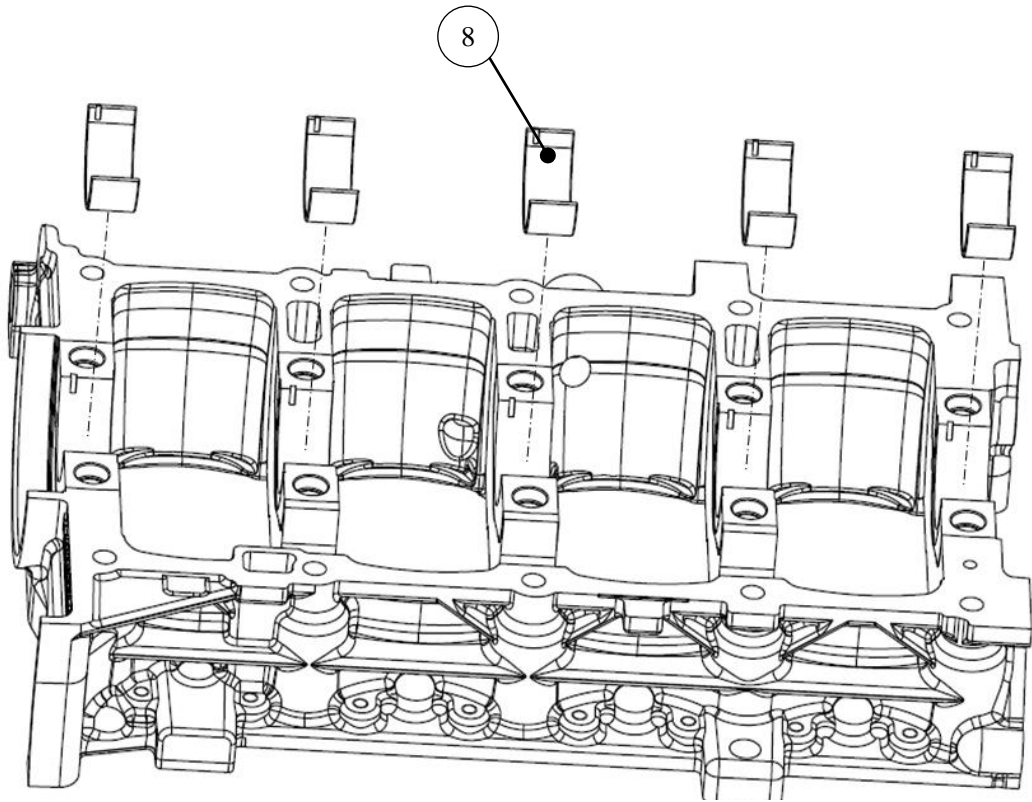

图 C-16 下主轴瓦-曲轴的装配
- 1)、选择对应级别的下主轴瓦⑧（见附录 4.2 主轴瓦分级表）；
- 2)、将下主轴瓦⑧定位唇放入下轴承座的主轴轴瓦孔定位槽，并注意压装轴瓦，确保钢背与轴瓦安装孔贴合良好，并在各轴瓦内圆表面涂发动机润滑油，见图 C-16。